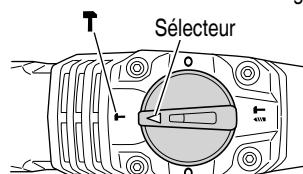

Fig. 16
- (b) Alignez ▲ du levier du sélecteur et **T** du couvercle de la manivelle comme illustré à la Fig. 16.